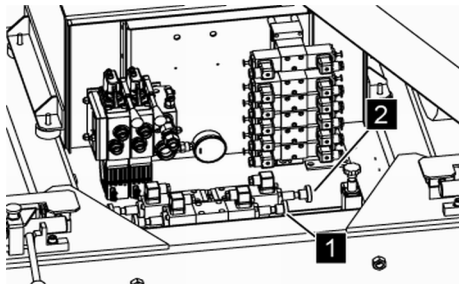

Fig. 140: Vanne à deux voies
7. ➔ Après le mode d'entretien, déverrouiller les vannes à deux voies (Voir la Fig. 140/1 et 2).
- S'assurer que pour le mode normal, les vannes à deux voies (Voir la Fig. 140/1 et 2) sont entièrement déverrouillées.